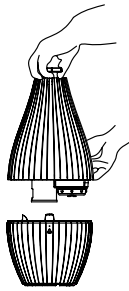

fig. 2
- Retirez le réservoir d'eau (fig. 2).